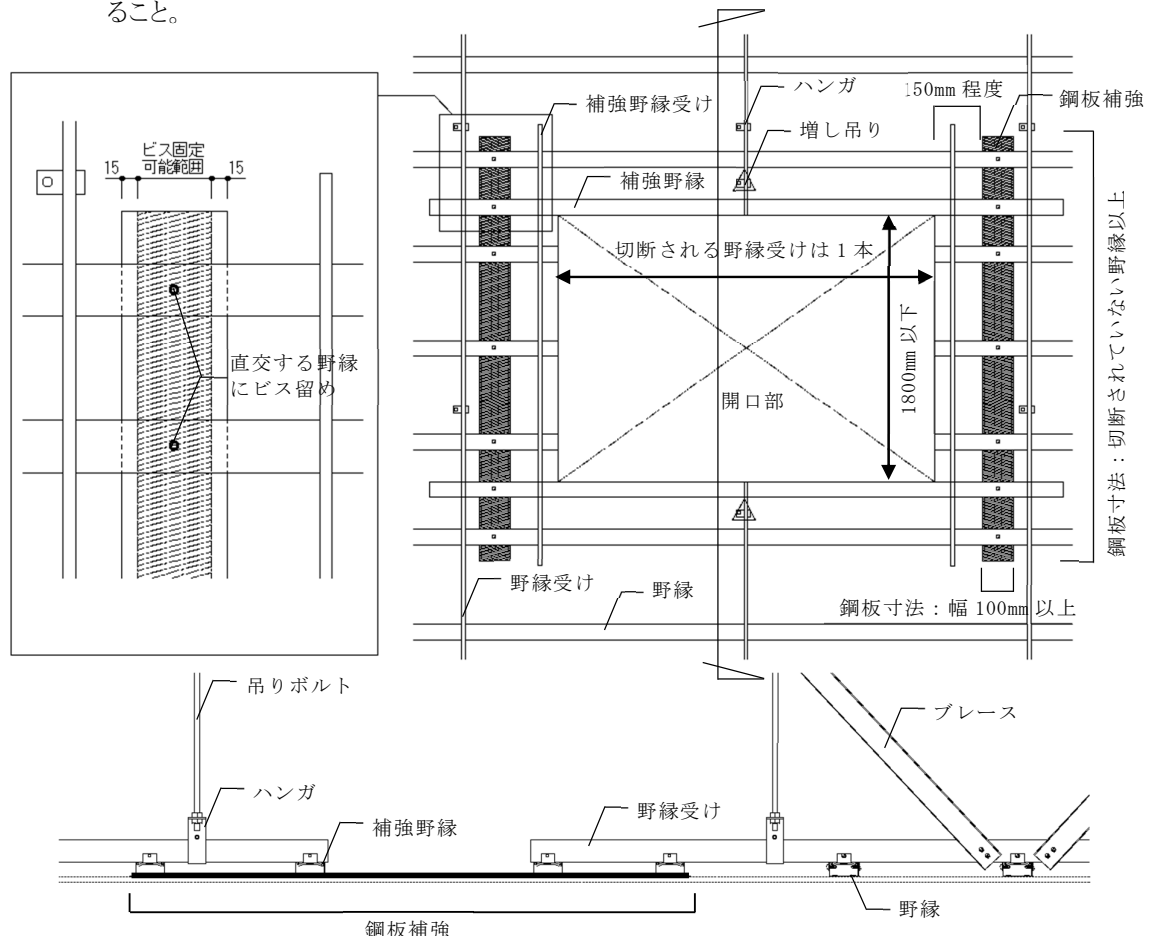

図 2-6-4 (参考例) ブレース材を設置する野縁受けが切断される場合の鋼板補強
d) 切断された野縁受けの通りにブレースの設置がある場合 鋼板補強仕様(図 2-6-4 参照)